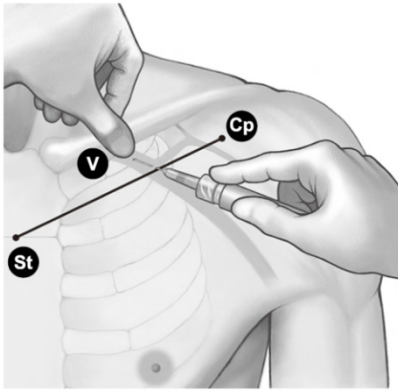

図7. 親指と穿刺の位置
4. 人差し指の向かい側を親指で指す。鎖骨の下1~2cmを親指で示し、針で鎖骨下筋を穿刺するのを防ぐ(胸筋が厚いときは、鎖骨下筋も同様に厚いことが考えられるので親指は鎖骨の下2cmくらいのところを指す)("図7 親指と穿刺の位置")。